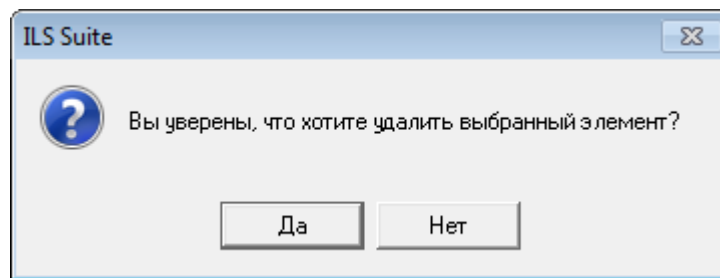

Рис. 17-4 – Диалоговое окно при удалении раздела справочника
- 4) В открывшемся диалоговом окне нажать «Да» для подтверждения действия (рис. 17-4).